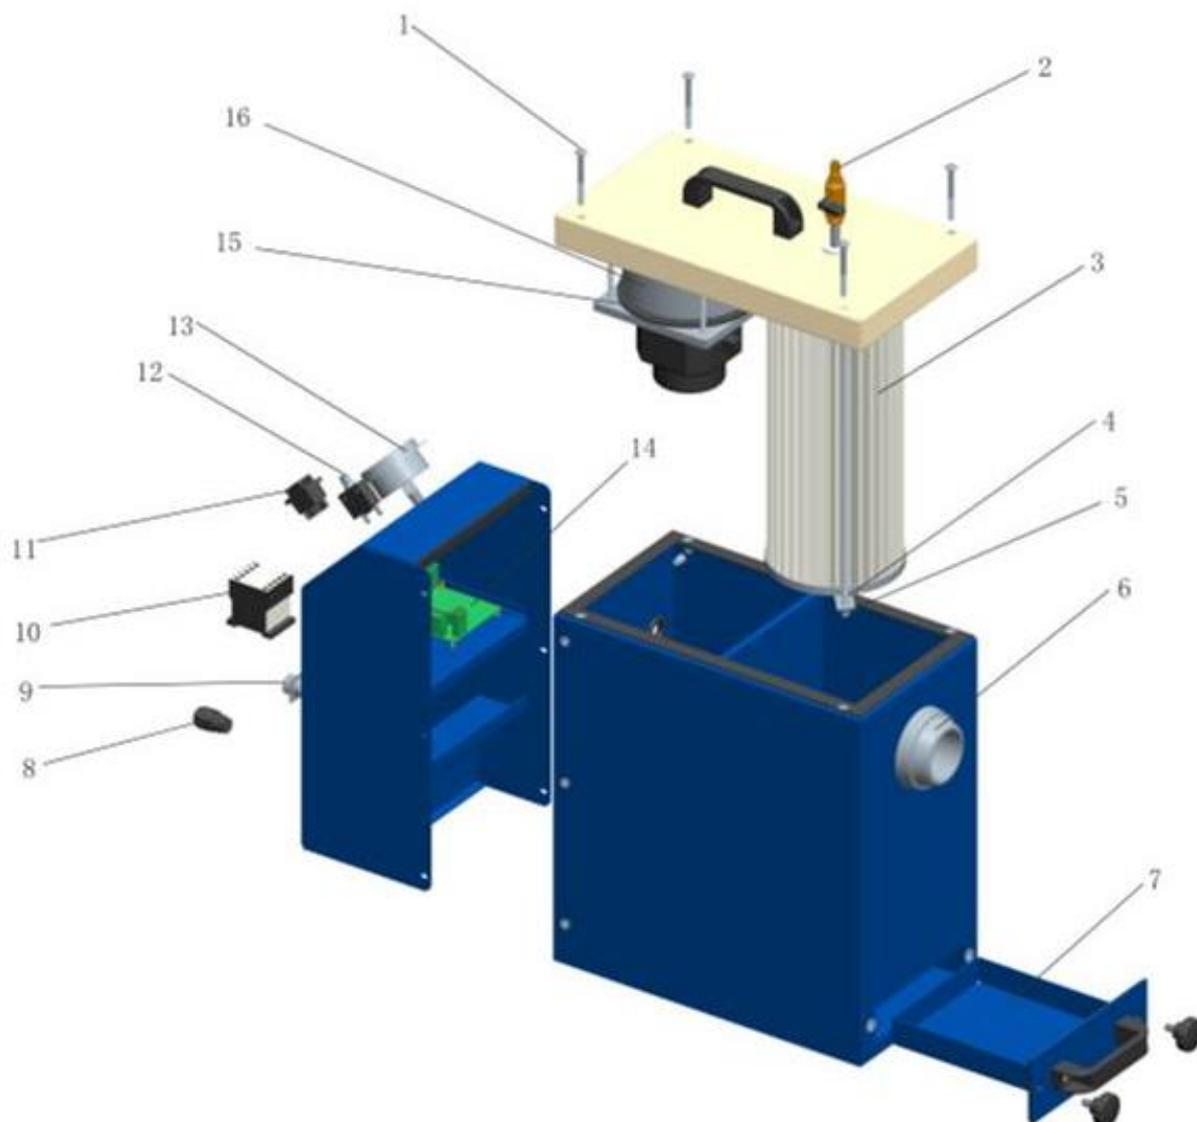

Рисунок 1 – Принцип работы
- 1) Подключите систему подачи сжатого воздуха (1).
- 2) Установите предохранительный клапан на 5 бар и откройте рычаг (2) клапана на штуцере. В зависимости от давления, сжатый воздух создает пылеудаляющую струю и заставляет пылеудаляющую насадку вращаться внутри картриджа фильтра тонкой очистки. Фильтр очищается путем ручного перемещения пылеудаляющей системы вверх и вниз.
- 3) Удалите собранную пыль из пылесборника (7) (Рисунок 1 – Принцип работы).
Порядок замены фильтра (Рисунок 1 – Принцип работы):